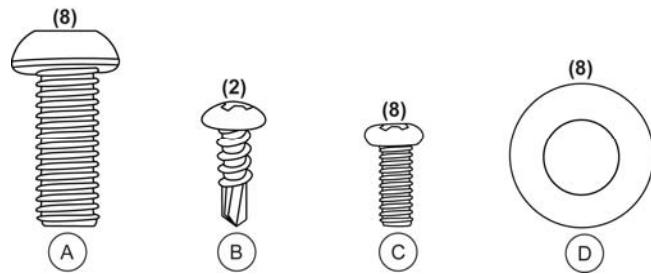

Figure 1
- (1) Sac de plastique contenant:
- (2) Couverts pour Support de l'Écran (Avant et Arrière)
- Matériaux pour assemblage (voir Figure 1)
6. Attachez la rampe à la plateforme en utilisant les (8) vis M8 1.25 x ¾ (A), les (8) rondelles M8 (D) et la clé allen 5mm incluse (voir Figure 1).
14. Alignez les quatre trous de montage à l'arrière du montage de l'écran avec les quatre trous de montage dans le support de l'écran. Attachez le montage de l'écran sur le support de métal de l'écran. Utilisez les (4) vis à tête Phillips #5 x 3/8 (C) (voir Figure 1).
15. Placez les vis du couvert du support du pivot par dessus les vis du pivot. Attachez les couverts à l'arrière du montage de l'écran en utilisant les (4) vis à tête Phillips #5 x 3/8 (C) (Voir Figure 1).
16. Attachez le socle de l'adaptateur au côté gauche de la rampe en utilisant les (2) vis à feuilles de métal #8 x 1/2 (B) (voir Figure 1).
- Matériaux pour assemblage (voir Figure 1 à la page 10)
7. Alignez les quatre trous de montage à l'arrière du montage de l'écran avec les quatre trous de montage dans le support de l'écran et attachez le montage de l'écran sur le support de métal de l'écran en utilisant les (4) vis à tête Phillips #5 x 3/8 (C) (voir Figures 1 et 9).
8. Placez les couverts à vis du support à vis sur les vis à pivot, et serrez les couverts à l'arrière du montage de l'écran en utilisant les (4) vis à tête Phillips #5 x 3/8 (C). (voir Figures 1 et 9).
9. Attachez le socle de l'adaptateur au côté gauche de la rampe en utilisant les (2) vis à feuilles de métal #8 x ½ (B) (voir Figure 1).